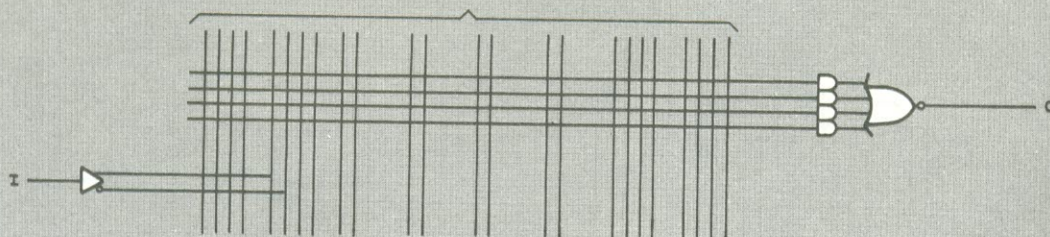

Fig. 7
**Gate Array** (fig. 7) — É um tipo de estrutura básica que estará presente em toda a família do PAL. Qualquer outra estrutura acrescentará mais algumas características a esta, dando origem a novas estruturas.